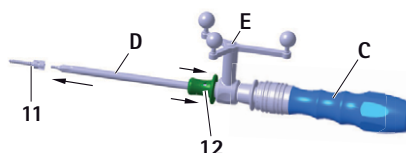

Рис. 9 Установка винта S⁴C в отвертку S⁴C
- ▶ Оттянуть назад гильзу-держатель 12 на отвертке S⁴C D и удерживать ее, см. Рис. 9.